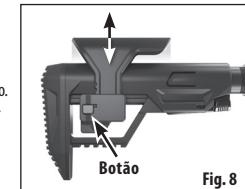

Fig. 8
- Empurre o botão de ajuste do apoio de queixo a partir do lado direito (Fig. 8).